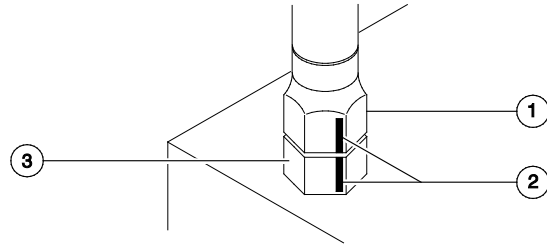

Ilustración 1
- 2 Utilizando un rotulador permanente, haga una marca de referencia en uno de los planos de la tuerca hexagonal y prolongue la marca hasta el cuerpo del accesorio hexagonal. Consulte la ilustración 1.